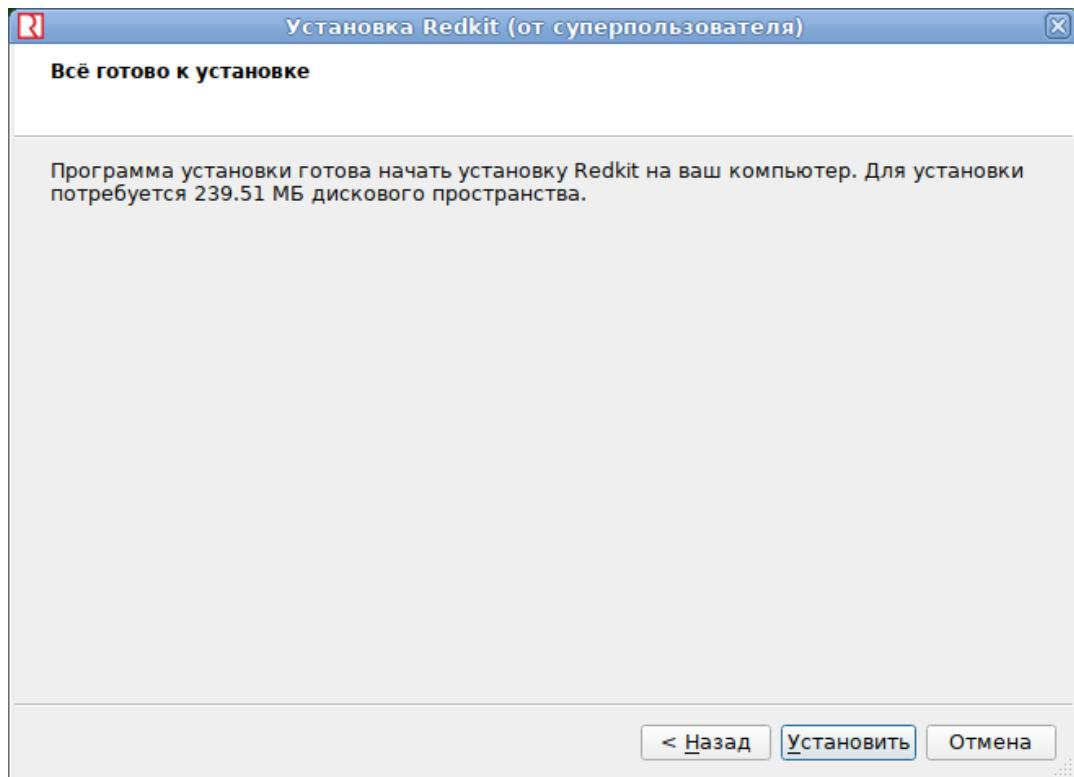

Рисунок 14 - Установка Redkit
10. Нажмите "Установить" (Рисунок 14).